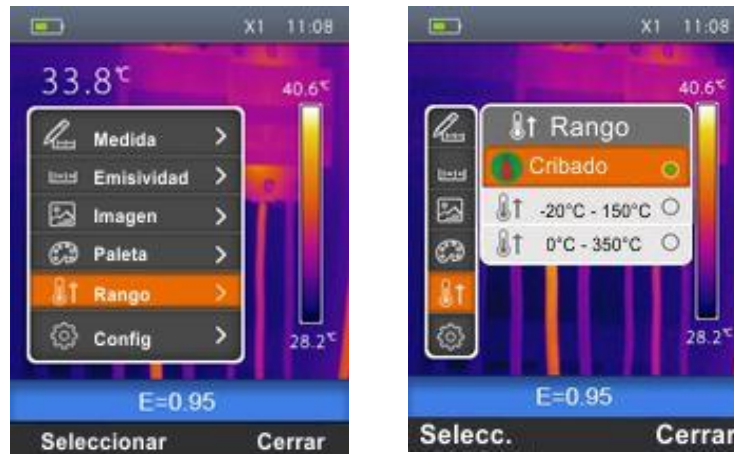

Fig. 27: Configuración rango de medida del instrumento
1. Seleccione el texto “Rango” con las teclas $\oplus$ o $\ominus$ y pulse la tecla $\Rightarrow$. La pantalla de Fig. 27 – Parte derecha se muestra en el visualizador